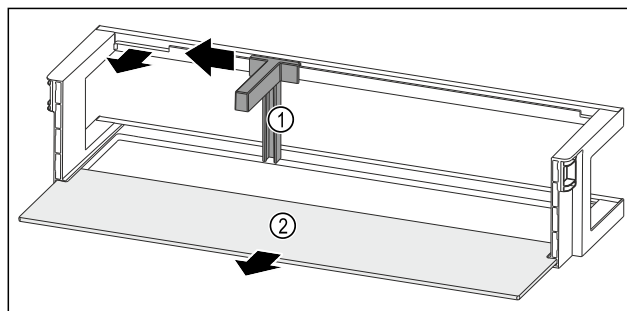

Fig. 133 Półka w drzwiach z uchwytem butelek i półką
- ▶ Przesunąć uchwyt butelek Fig. 133 (1) na bok do zagłębienia.
- ▶ Wyjąć uchwyt butelek Fig. 133 (1).
► Wyjąć półkę Fig. 133 (2).